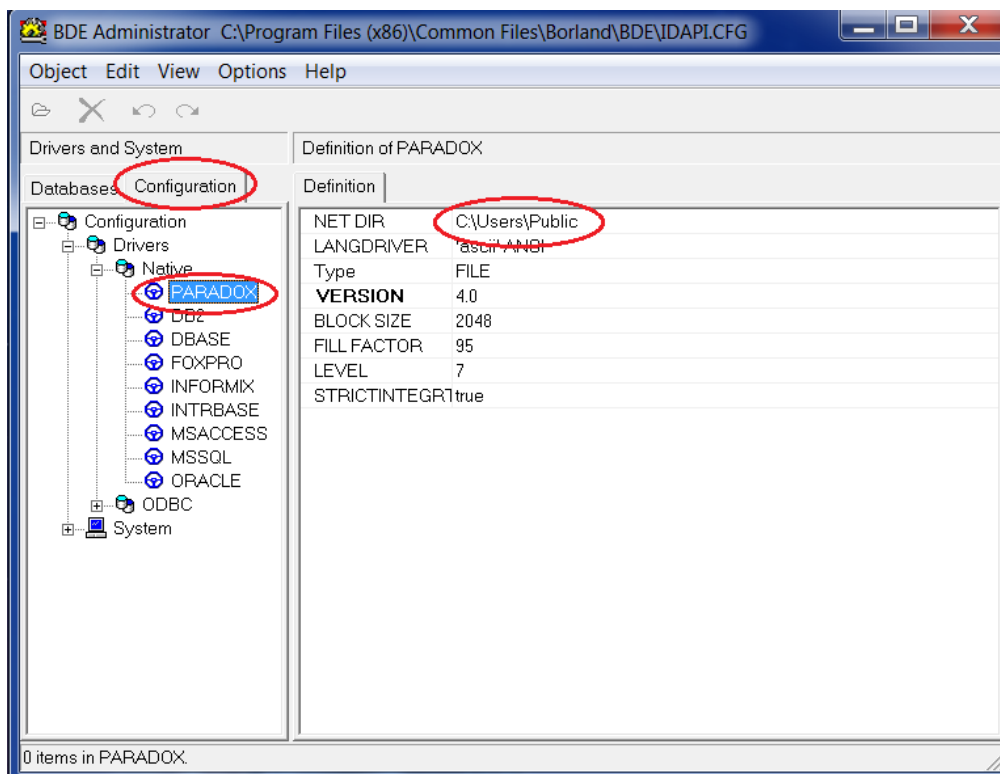

Рисунок A14.
6.2 Изменить значение пункта «Configuration-Drivers-Native-PARADOX-NET DIR» на «C:/Users/Public» (см. рисунок A14).